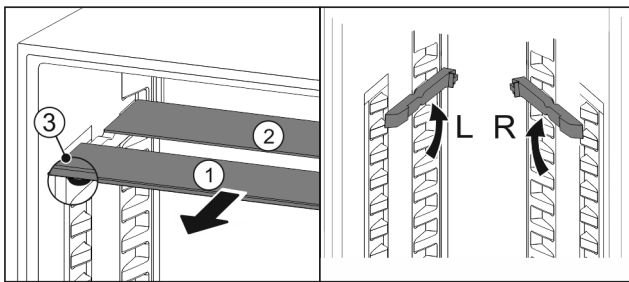

Fig. 62
- estrarre i ripiani di vetro singolarmente tirando in avanti Fig. 62 (1).
- ▷ Il piano in vetro Fig. 62 (1) con il motivo ornamentale è nella parte anteriore.
- ▷ I fermi Fig. 62 (3) sono rivolti verso il basso.